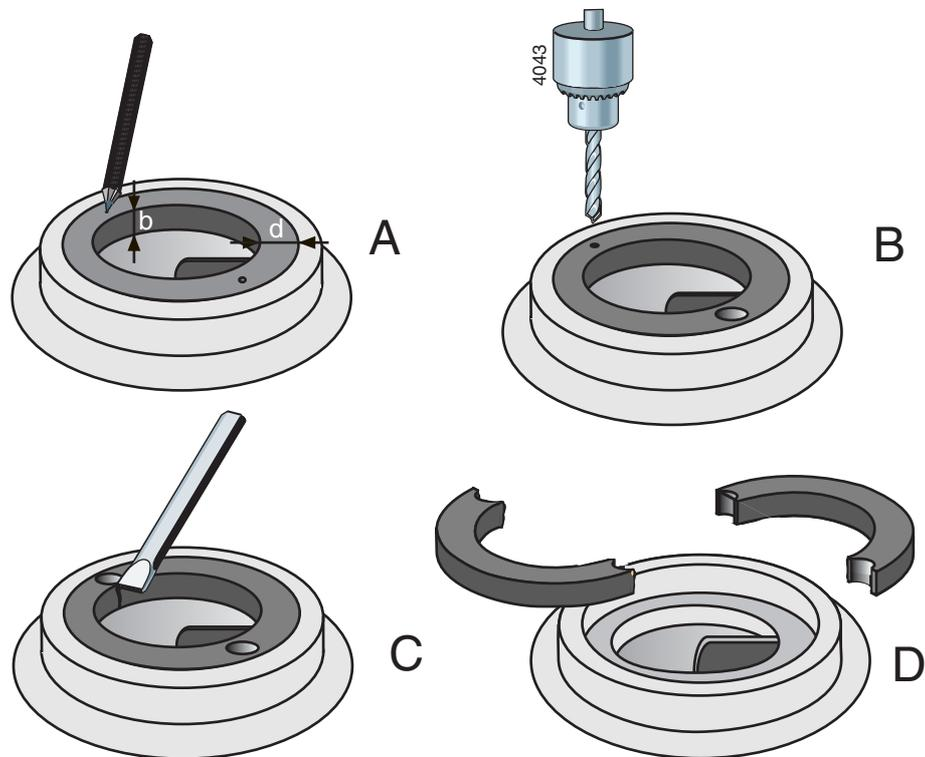

Abbildung 6: Entfernen des Spaltrings.
- 1 Die Dicke (d) und Breite (b) des Ringes messen, siehe Abbildung 6 A.
- 2 An zwei einander gegenüberliegenden Stellen in der Mitte des Rands des Ringes ein kleines Zentrierloch schlagen, siehe Abbildung 6 B.
- 3 Mit einem Bohrer mit einem etwas kleineren Durchmesser als die Dicke (d) des Ringes zwei Löcher in den Ring bohren, siehe Abbildung 6 C. Nicht tiefer als die Dicke (d) des Rings bohren. Achten Sie darauf, dass der Passrand des Pumpengehäuses nicht beschädigt wird.
- 4 Danach mit einem Meißel die restliche Ringdicke durchschlagen. Der Ring kann jetzt in zwei Teilen aus dem Pumpengehäuse herausgenommen werden, siehe Abbildung 6 D.